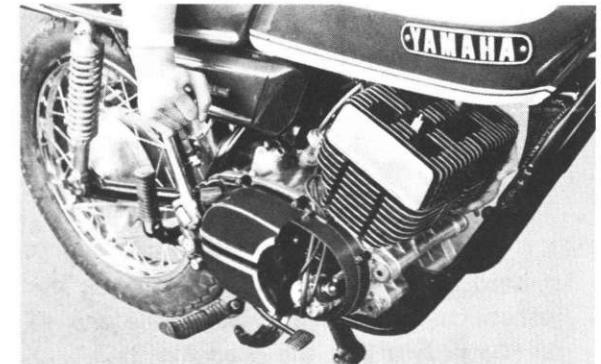

Fig. 4-1-23
21. Dismount the engine from the frame. (Fig. 4-1-23)
21. Retirez le moteur cadre. (Fig. 4-1-23)
21. Motor vom Rahmen abheben. (Abb. 4-1-23)